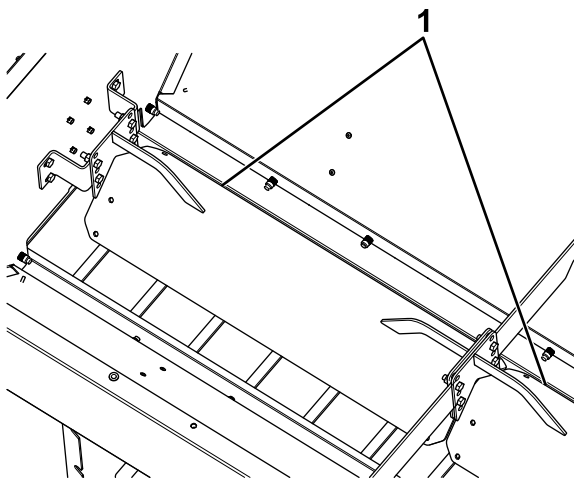

Figure 22
4. Retirez les fixations qui retiennent le déflecteur à l'intérieur de l'épandeur (Figure 22).
5. Montez ou descendez le déflecteur à la hauteur voulue et fixez-le avec les fixations retirées précédemment (Figure 22).